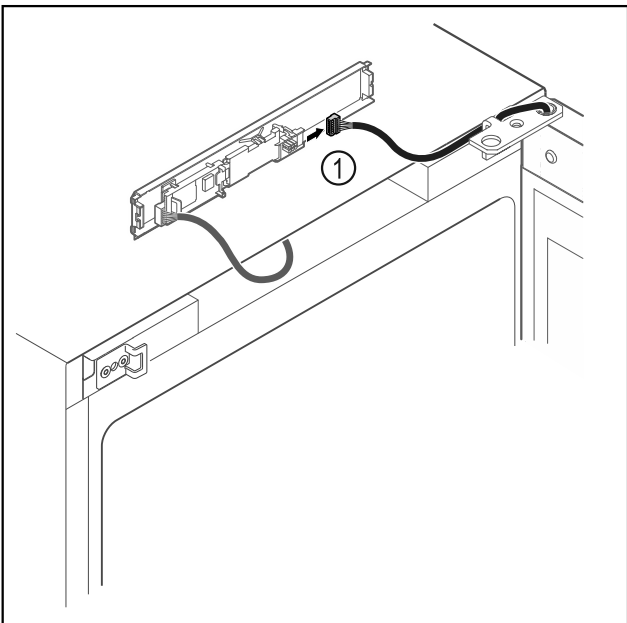

Fig. 20
- ▶ Отсоедините штекер Fig. 20 (1) от панели.